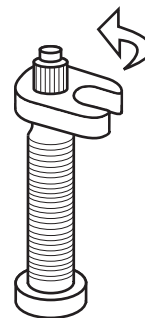

Figura 24. Ruotare la chiave in senso antiorario per rimuovere l'anima.
3. Rimuovere l'anima della valvola (Figura 24).